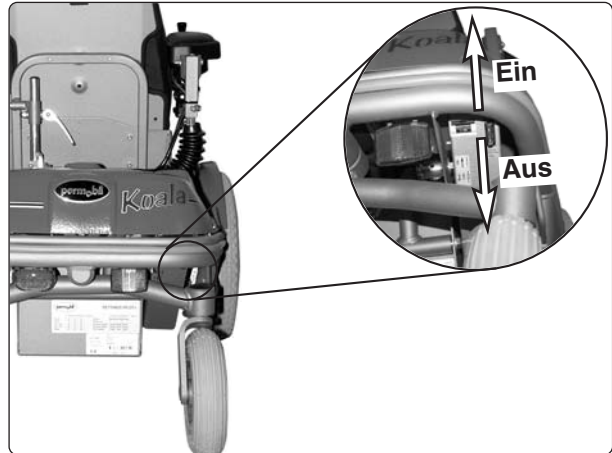

Abb. 30. Hauptsicherung 63A (Ein-Aus).
3. Stellen Sie die Hauptsicherung auf "AUS", siehe Abb. 30.